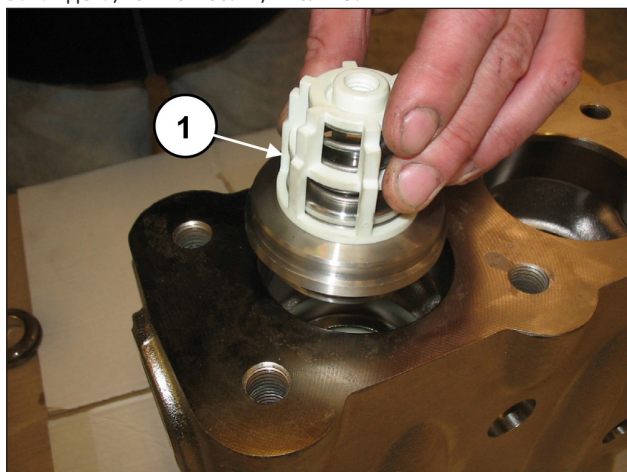
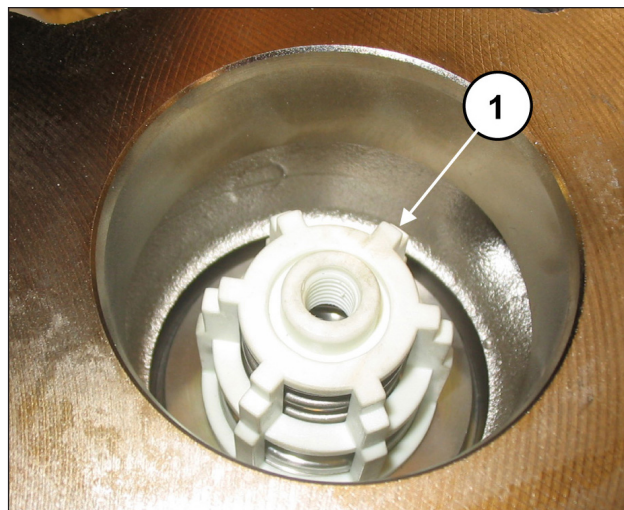

Рис. 124
Рис. 125
Вставьте узел нагнетательного клапана (поз. ①, Рис. 124). Клапанный узел должен быть вставлен до упора и выглядеть, как на поз. ①, Рис. 125.